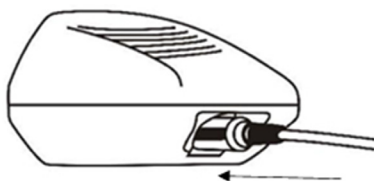

Figura 6: Sentido de encaixe do plugue do fio da bobina (10) na caixa de controle (2).
H) Insira o plugue do fio da bobina (10) na tomada de cinco pinos localizado na caixa de controle (2), conforme o sentido da seta presente na figura 6, abaixo: